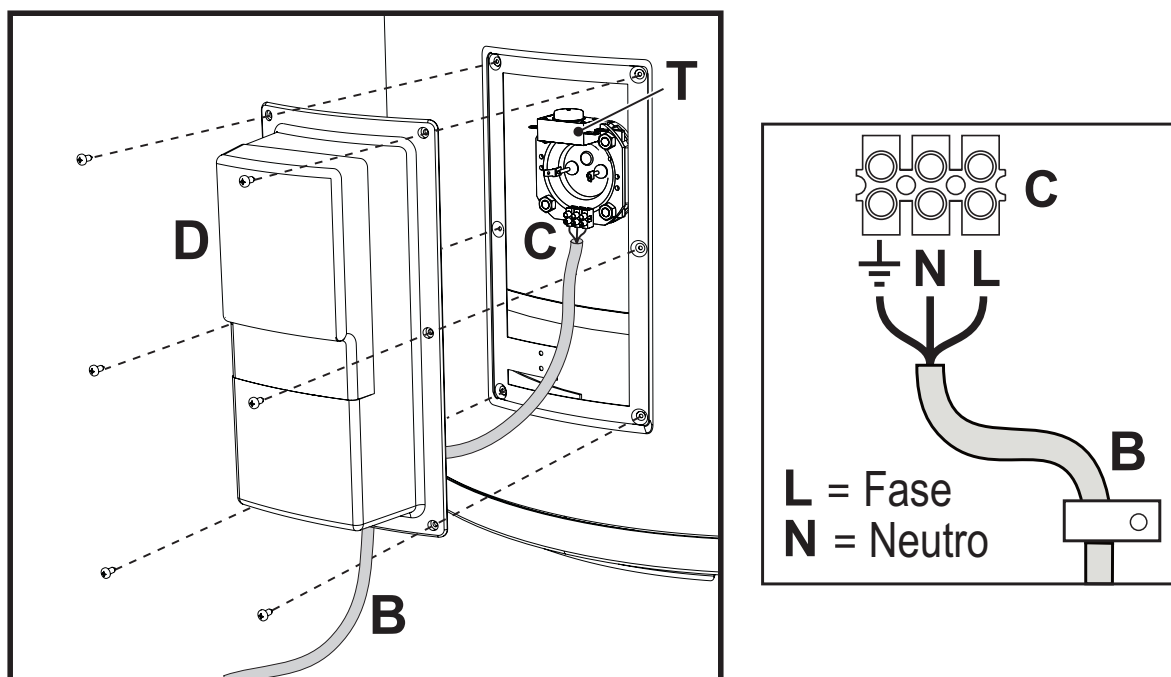

fig. 3
Para conectar la resistencia (fig. 3), proceda del siguiente modo:
**El acumulador incorpora un termostato de seguridad (T, fig. 3) que interviene cuando la temperatura supera los 93 °C.**